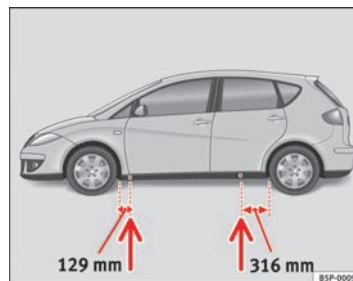

Fig. 176 Points d'appui du cric
- Cherchez sur le bas de caisse le point d'appui le plus proche de la roue à changer ⇒ **fig. 176**.
Des empreintes sur le bas de caisse à l'avant et à l'arrière du véhicule indiquent les points d'appui du cric ⇒ **fig. 176**. Un emplacement a été prévu pour chaque roue. Le cric ne doit pas être positionné à d'autres endroits.